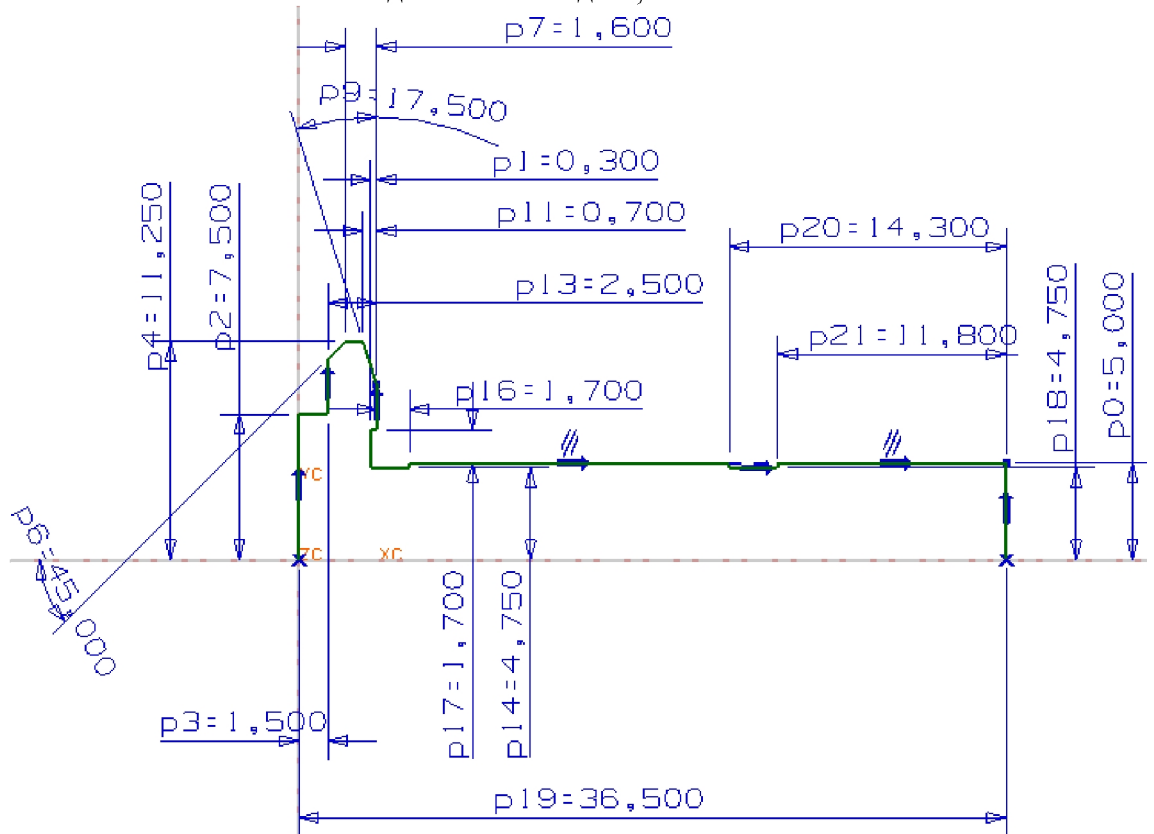

Рис. 124. Образмеренный эскиз осевого сечения болта
4. Расставьте размеры и взаимосвязи, определяющие геометрию осевого сечения болта. Законченный эскиз должен выглядеть, как показано на Рис.124.